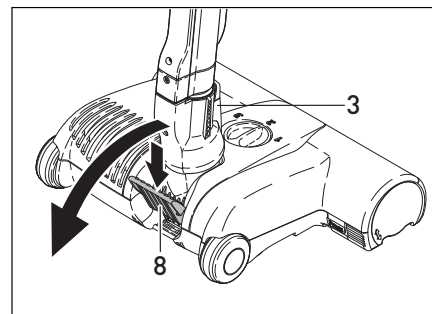

Figure 2
A. Quand la tête de la brosse est activée avec le pivot du manche (#3, figure 2) verrouillé dans sa position verticale, le rouleau à brosse ne tournera pas. Pour sortir la tête de brosse de sa position verticale, appuyer sur la pédale (#8, figure 2) et abaisser le pivot de manche pour le mettre en position de fonctionnement normal. Le rouleau à brosse commencera alors à tourner et le voyant marche/arrêt de la tête de brosse s'allumera en vert*. La poignée peut se mettre en position horizontale pour nettoyer sous le lit.
En pressant le pédale (#8, figure 2) et en baissant le cou tournant, vous activez la tête et la brosse commence à tourner. Un mauvais usage de la pédale peut causer des dommages à la machine. Le contrôle électronique de la brosse agit comme moniteur et vérifie l'état de la brosse, en le communiquant à travers les lumières du haut de l'appareil.